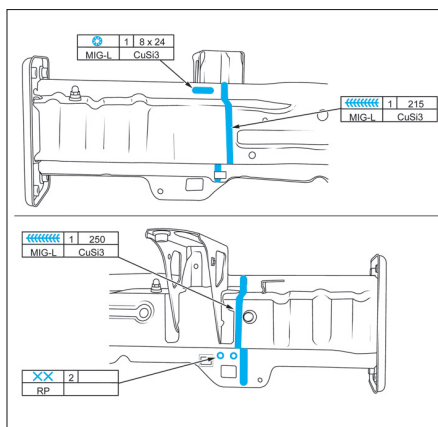

FIG. 6
- Souder la partie avant de longeron avant (Fig.6).